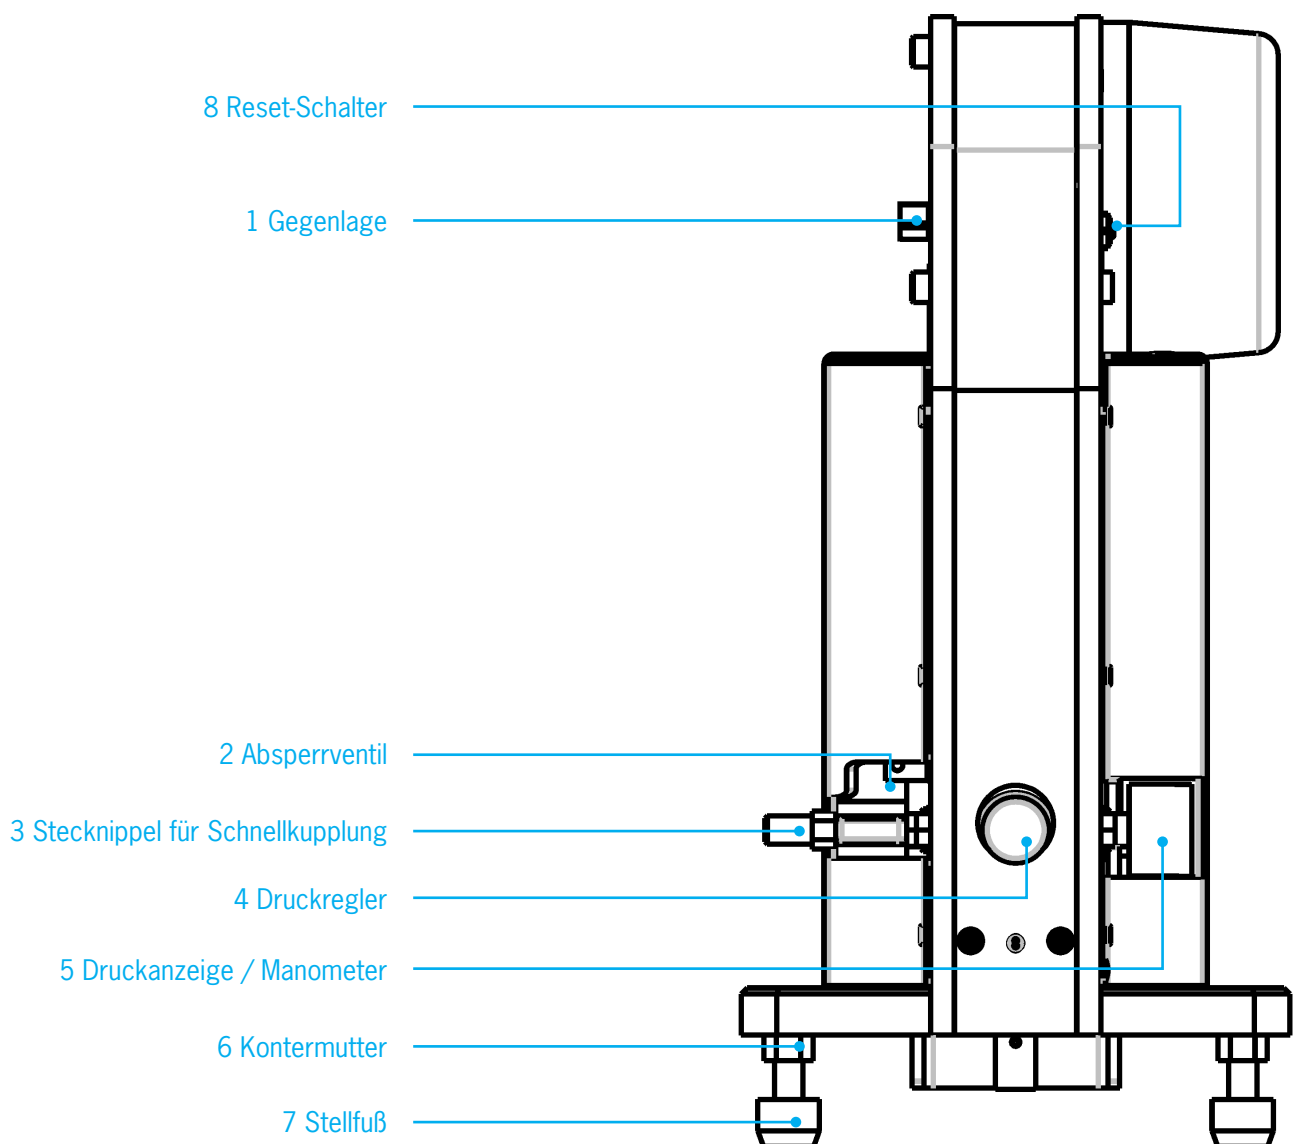
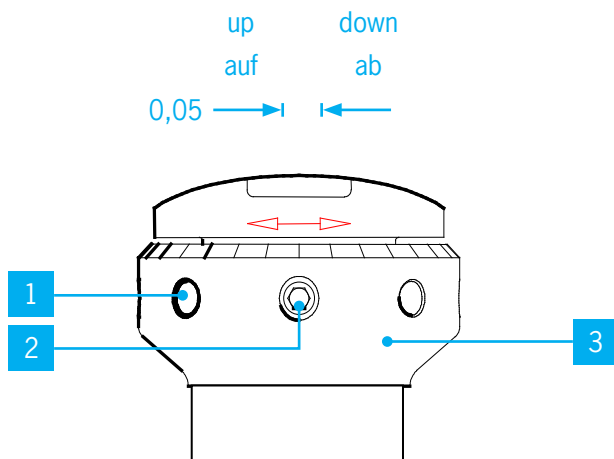

Abb. 2
Abb. 6
1. Die Maschine ist am endgültigen Standplatz zu platzieren. Sie wird mittels der Stellfüße Abb. 2/7 ausgerichtet und die waagerechte Einstellung mit den Kontermuttern Abb. 2/6 gesichert. Es ist auf einen sicheren Stand des Gerätes zu achten!
2. Versorgungsleitungen für Druckluft anschließen. Der eingebaute Druckregler Abb. 2/4 ist vom Werk aus eingestellt und begrenzt den Druck auf max. 6 bar. Dabei ist zu beachten, dass der Anschlussschlauch der Druckluft ordnungsgemäß verlegt ist. Für einen sicheren Betrieb muss der Luftdruck zwischen 5 - 6 bar sein.
- Absperrventil Abb. 2/2 öffnen, Maschine fährt in Ausgangsstellung, das obere Gesenk, sowie das Schutzunter- und Schutzoberteil fahren in die Ausgangsstellung
- Luftzufuhr mittels Absperrventil Abb. 2/2 unterbrechen
- Entlüften der Maschine durch Betätigen RESET Abb. 2/8
- Aufeinanderfahren von Ober- und Unterteil durch Drehen der Gegenlage Abb. 2/1
- mit Maulschlüssel SW 12 (dabei RESET Abb. 2/8 gedrückt halten) bis Skala und Zustellinformationen sichtbar sind Abb. 6
- Druckschraube Abb. 6/2 mit Innensechskantschlüssel SW 2,5 mm lösen
- über den Stellring Abb. 6/3 die gewünschte Maßkorrektur vornehmen. Zum Verdrehen die Hilfsbohrungen Abb. 6/1 verwenden
- Nach erfolgter Korrektur ist der Stellring Abb. 6/3 durch die Druckschraube Abb. 6/2 zu sichern
- Absperrventil Abb. 2/2 öffnen